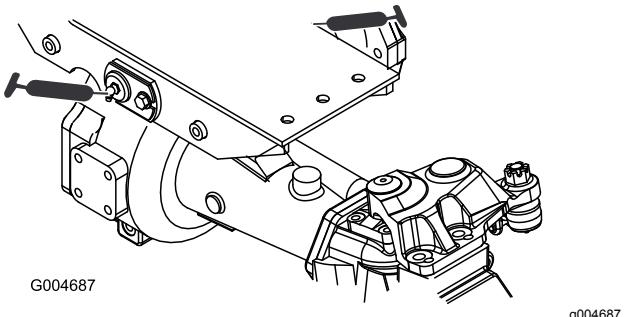

Рисунок 41
- Втулки шарниров переднего и заднего моста (2 шт.) (Рисунок 41)